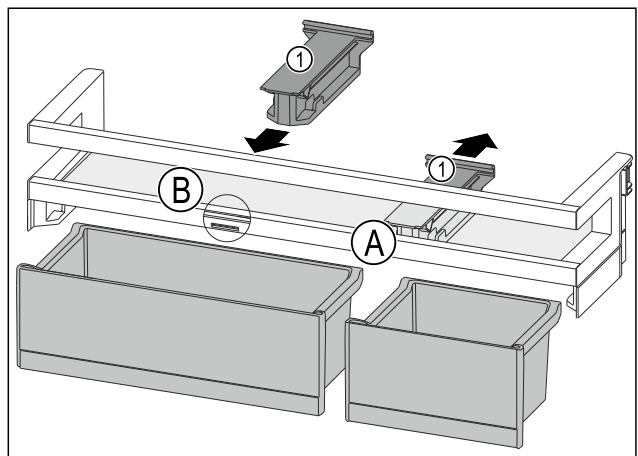

Fig. 78
- ▶ Haltebohle Fig. 78 (1) in Position Fig. 78 (A) nach hinten abziehen.
- ▶ Haltebohle Fig. 78 (1) in Position Fig. 78 (B) einsetzen.